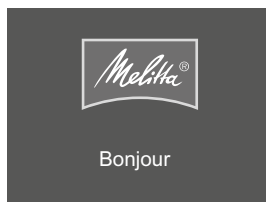

Fig. 5: Écran d'accueil
2. Appuyer sur la touche « Marche/Arrêt » (9).
- » L'écran d'accueil apparaît à l'affichage (voir Fig. 5).